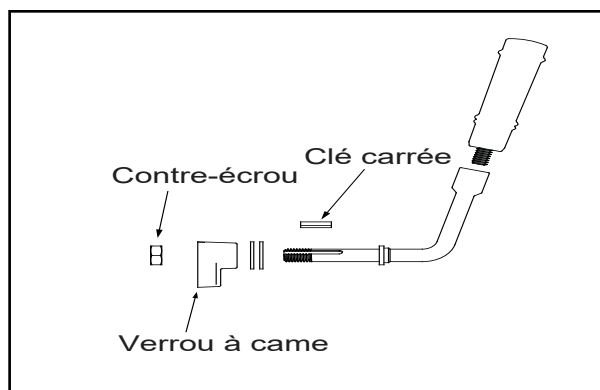

Figure 6.1
2. Placez la ou les rondelle(s) comme il est indiqué à la **Figure 6.1**.